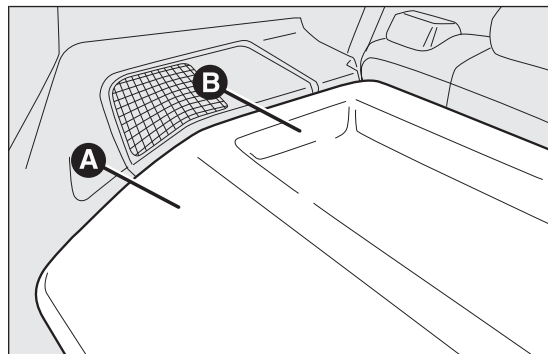
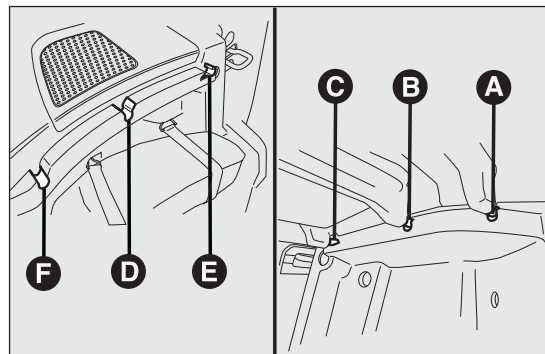

fig. 70
fig. 71
La bandeja fig. 70 está formada por dos partes.
- ☐ abrir el portón del maletero y levantar la parte delantera A fig. 70 soltando el perno A fig. 71 del alojamiento F fig. 71;
- ☐ levantar la parte trasera B fig. 70 soltando los pernos B y C fig. 71 del alojamiento D y E fig. 71;